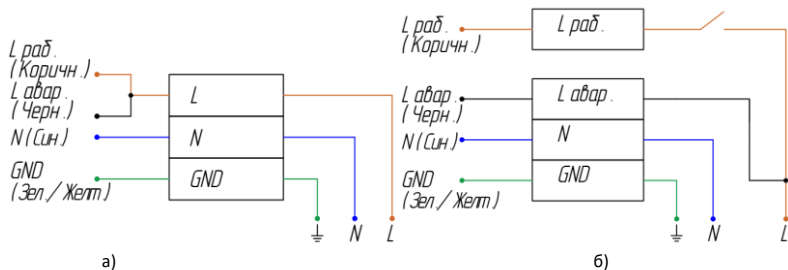

Рисунок 10 — Схема подключения аварийного светильника:
5.4.4. Если предполагается включать и выключать светильник в рабочем режиме, присоедините фазный рабочий провод (Л_{раб.}) к клемме Л_{раб.} через выключатель (см. рисунок 10, б). В данном случае возможно включение/отключение рабочего освещения через выключатель. В случае возникновения аварийного отключения электроэнергии светильник автоматически перейдет в аварийный режим при любом положении выключателя.